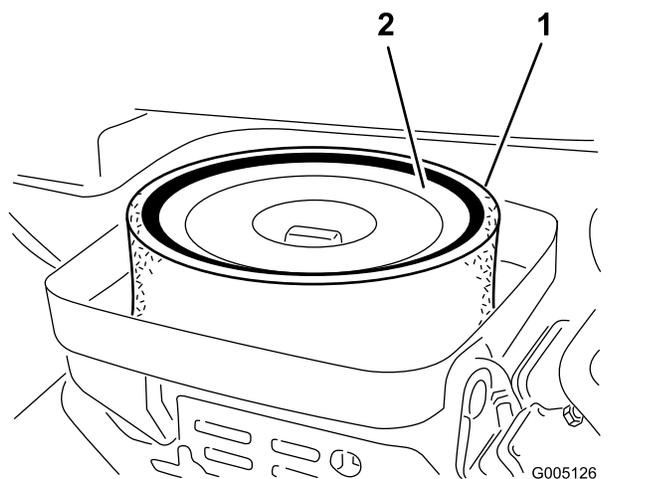

図 26
3. エレメントをエアクリーナに固定している蝶ナットを外す 図 26。
4. スポンジ 図 26 を点検し、汚れていればペーパーエレメントから外す。以下の要領で丁寧に清掃してください